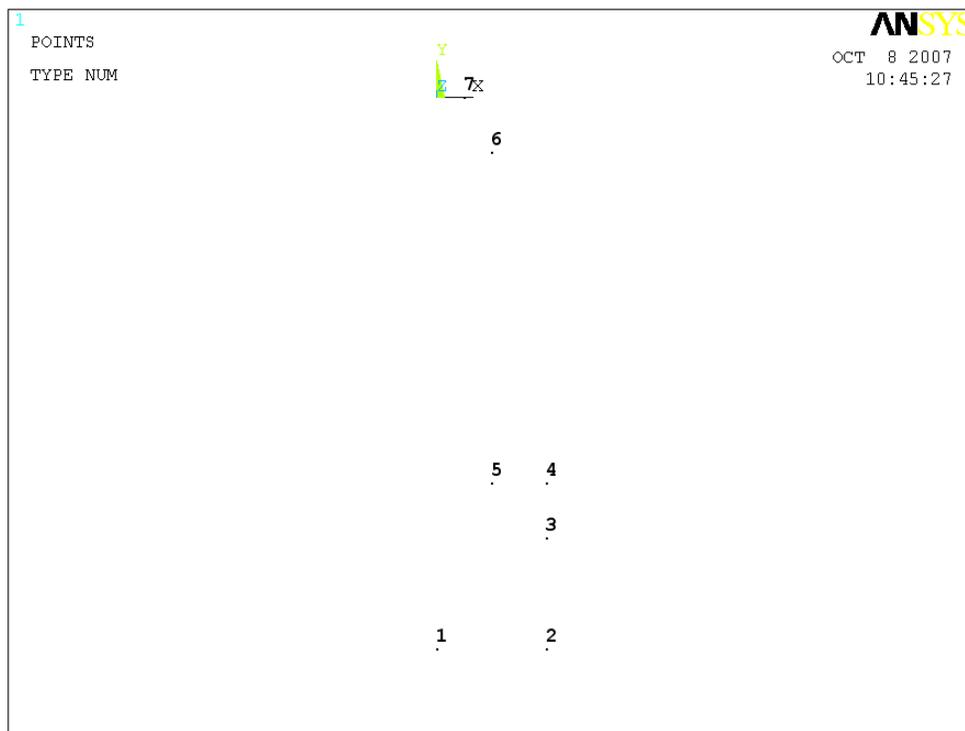

Рисунок 5. Результат создания ключевых точек
- Нажимаем кнопку *OK*, т.к. создание ключевых точек на данном этапе закончено (Рисунок 5).